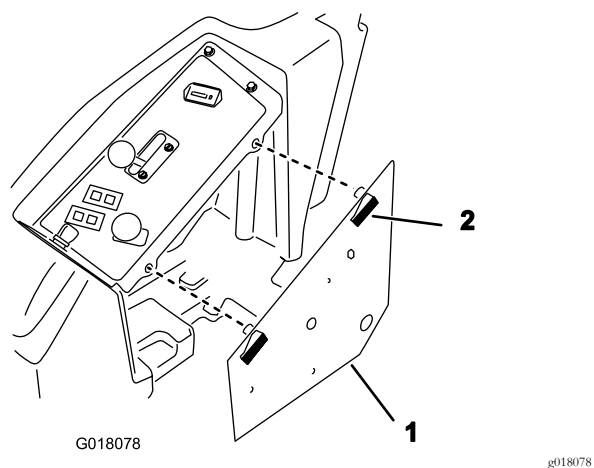

**Figura 6**
8. Dal lato del sedile della piastra del pannello di controllo, inserite la presa elettrica nel foro, fissatelo con il rivestimento esterno e inserite il tappo nella presa (Figura 6).